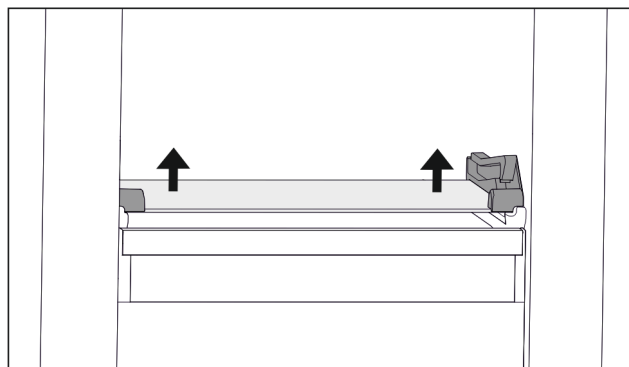

Fig. 63 Glassplate på nedvippbar skuff
- ▶ Trykk opp glassplaten nedenfra på begge sider. (se Fig. 63)